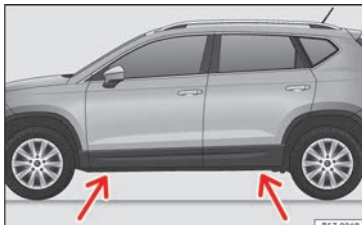

Abb. 73 Querträger: Marken.
- Suchen Sie am Längsträger die Markierung des Aufnahmepunktes für den Wagenheber (Eindrückung), die dem zu wechselnden Rad am nächsten liegt »» » Abb. 73.